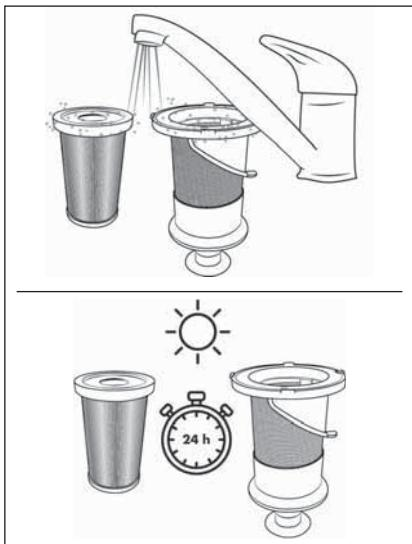

Fig. 25
- Lavare il filtro EPA **5** e il filtro in acciaio inox **6** con acqua fredda o tiepida. Lasciare asciugare completamente all'aria il filtro EPA **5** e il filtro in acciaio inox **6** prima di inserirli nuovamente nel contenitore di raccolta dello sporco **7** (vedere fig. 25).